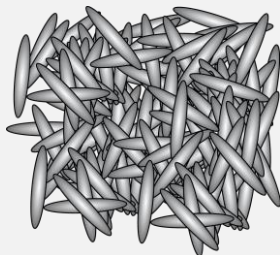

Fig. 1 : un cristal liquide en phase liquide
- **L'état liquide** (fig. 1) : comme n'importe quel corps pur, le cristal liquide à l'état liquide est constitué de molécules dont la position, l'orientation et la vitesse sont aléatoires.
- **L'état cholestérique** (fig. 1) : cette phase n'existe que si les molécules du cristal liquide sont chirales. C'est le cas des cristaux liquides présents dans les afficheurs LCD. Le cristal liquide adopte alors une structure en hélice et est optiquement actif.